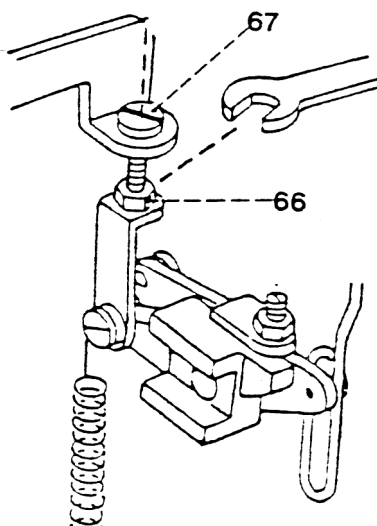

Рис. 31b
- Ослабить контргайку 66 (рис. 31b) при помощи гаечного ключа размером 5,5 мм.
Регулировочный винт 67 штанги переключения должен быть вставлен в соединительную деталь (см. рис. 31b).